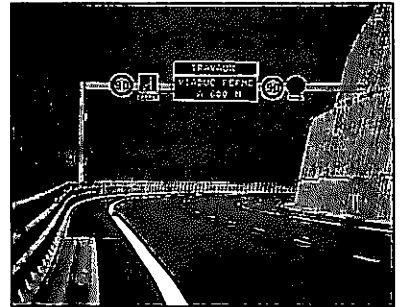

Fig. 1 : Panneau de téléaffichage sur autoroute.
- informations sur l'autoroute (fig. 1) ;